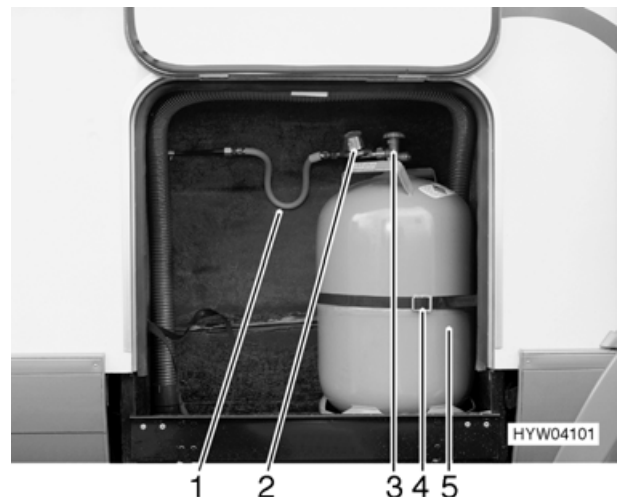

Bild 49 Gaskasten
- Haupt-Absperrventil (Bild 49,3) an der Gasflasche (Bild 49,5) schließen. Pfeilrichtung beachten.
- Gasdruckregler (Bild 49,2) mit Gasschlauch (Bild 49,1) von der Gasflasche von Hand abschrauben (Linksgewinde).
- Befestigungsgurt (Bild 49,4) lösen und Gasflasche herausnehmen.